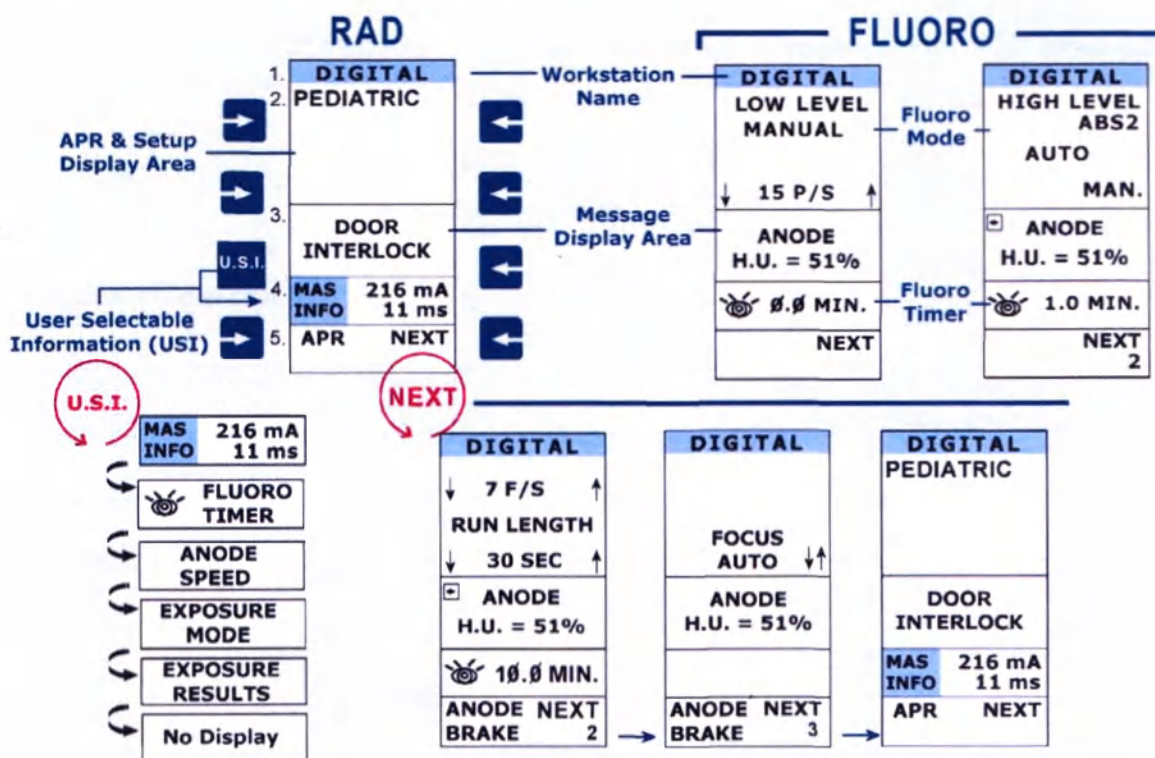

Рисунок 1.8 – Графический экран
запланированной задаче. Экран разделен на пять (5) зон, в каждой из которых отображается особая информация по рентгенографии и скопии (рисунок 1.8). Некоторую информацию может выбирать пользователь.